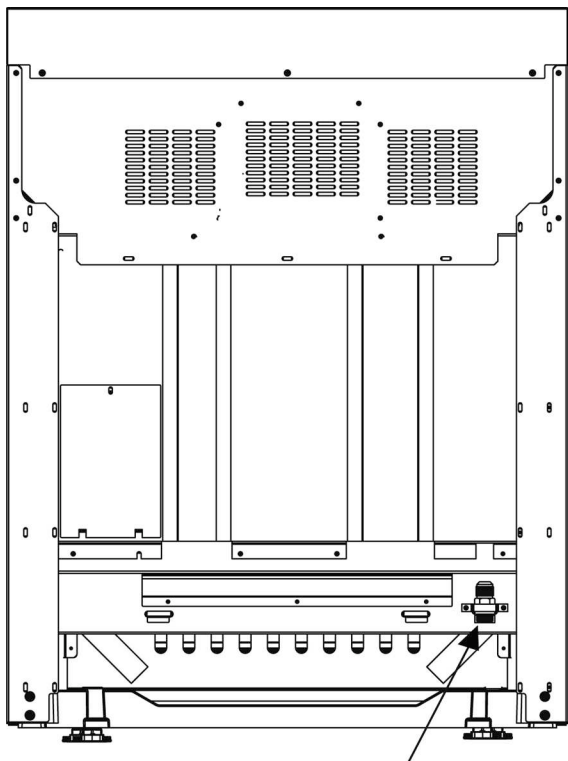
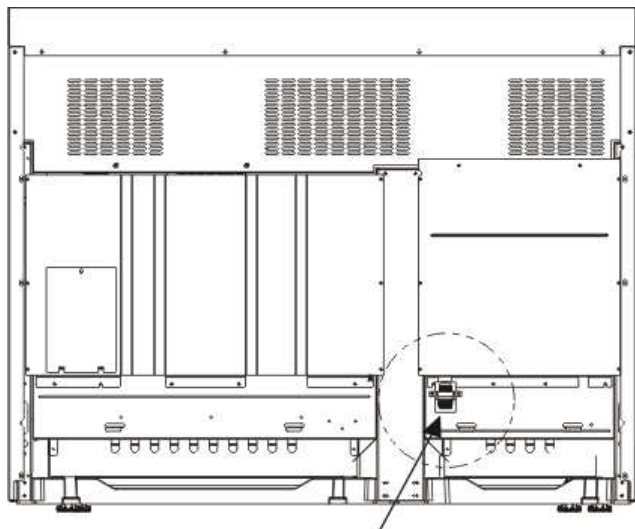

Figure 9 : Emplacement du tuyau d'arrivée de gaz pour les cuisinière de 30" et 36"
Figure 10 : Emplacement de la connexion d'entrée de l'alimentation en gaz sur cuisinières 48 po
2. Utilisez un raccord à gaz souple de 3/4" entre l'alimentation en gaz et le tuyau d'arrivée de gaz de l'appareil. Le tuyau d'arrivée de gaz de toutes les cuisinières est situé en bas à droite. (Voir *Figure 9* et *Figure 10*). Le tuyau d'arrivée de gaz de l'appareil est de type NPT 1/2".